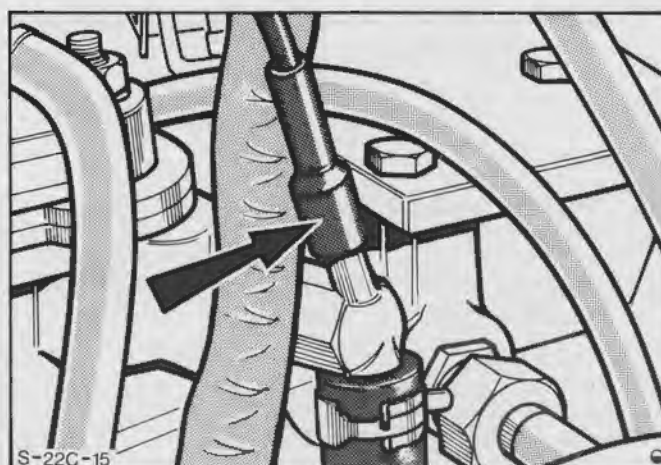

Fig.27. Vakuumslange til luftfilter
30. Monter luftfiltret. Pas på, at vakuumslangen bliver forbundet, Fig.27.